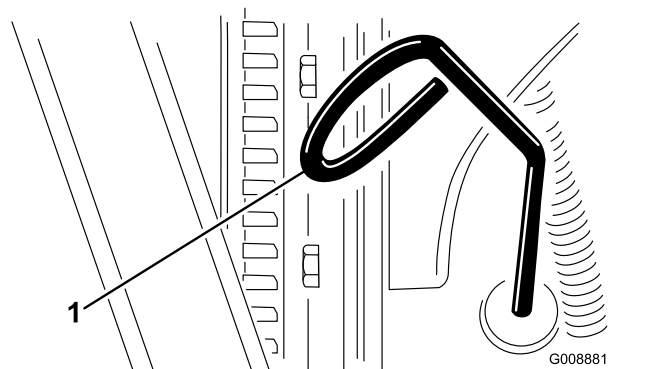

図 63
- ディップスティック 図 63 を抜きウェスで一度きれいに拭く。